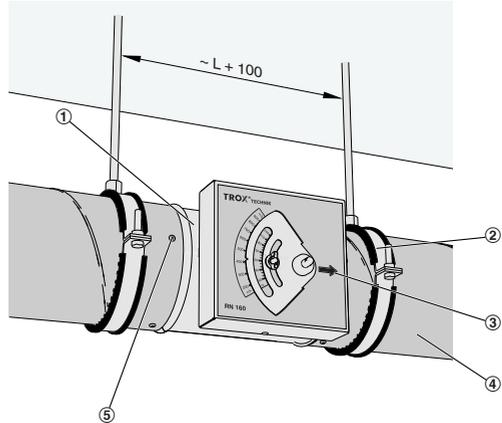

Fig. 18: Ejemplo de instalación
- ▶ Plantee los elementos de sujeción (Fig. 18/2) en el lugar de instalación a una distancia aproximada de $L+100$ mm.
- ▶ Monte el conducto (Fig. 18/4) y lleve la unidad hasta el lugar definitivo de instalación.
- ▶ Empujar la boca de la unidad de control VAC (Fig. 18/1) hasta el interior del conducto, prestar atención a la dirección del flujo de aire indicada con una flecha (Fig. 18/3).
- ▶ Empujar el conducto (Fig. 18/4) al interior de la otra boca.
- ▶ Ajustar la unidad en el conducto mediante tornillos y remaches (Fig. 18/5).